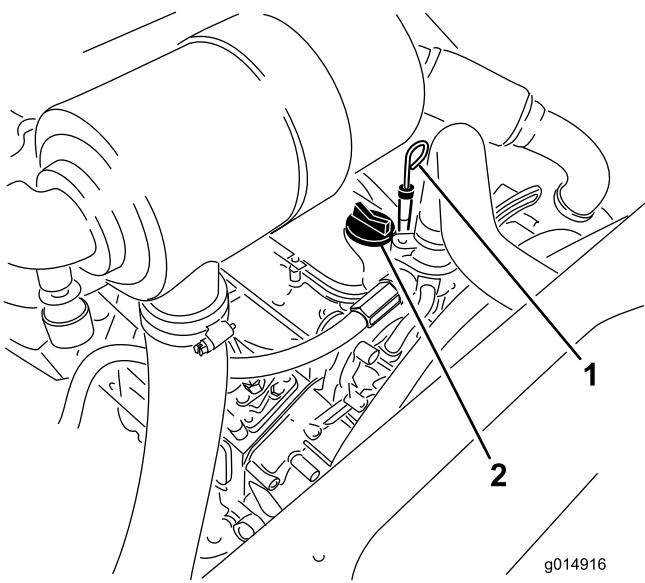

Figura 26
3. Retire la varilla, límpielala, y vuelva a colocarla (Figura 26).
5. Si el nivel de aceite está por debajo de la marca Lleno, retire el tapón de llenado (Figura 26) y añada aceite hasta que el nivel llegue a la marca Lleno.